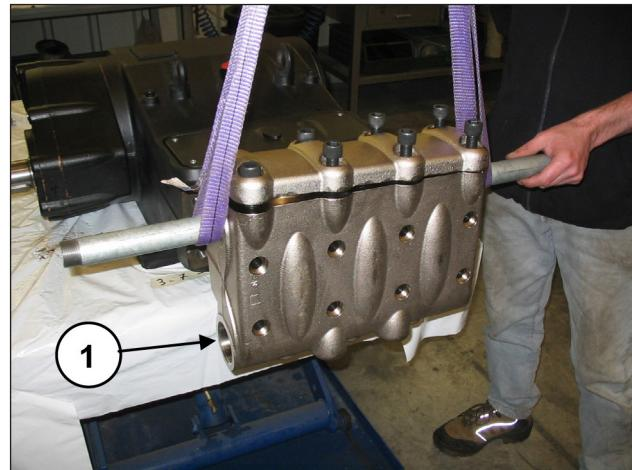
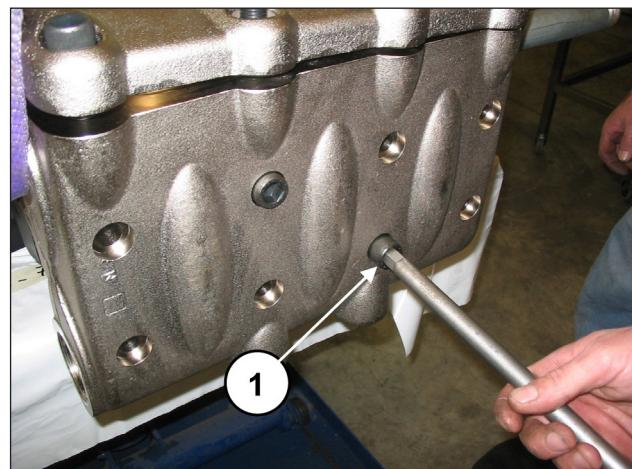

图 117
图 118
将泵头安装在泵壳上(①, 图 117), 注意不要碰撞柱塞, 并拧紧8个M16x180螺栓(①, 图 118)。
(见 图 117), 然后继续交叉拧紧4个外螺栓。**